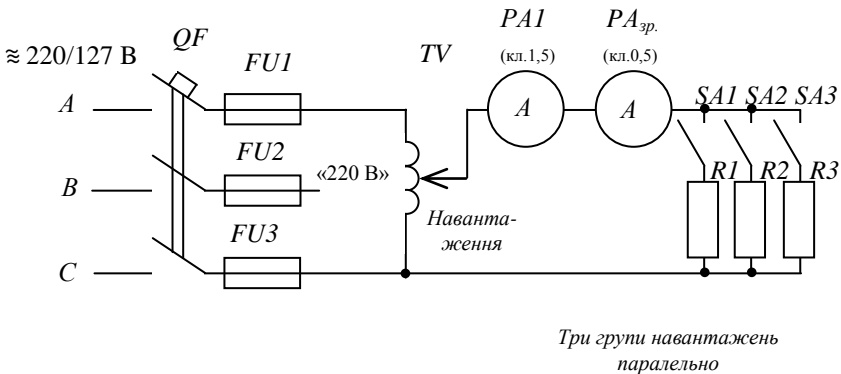

Рис. 1.2. Електрична принципова схема повірки амперметра
6. Зібрати схему, зображену на рис. 1.2.